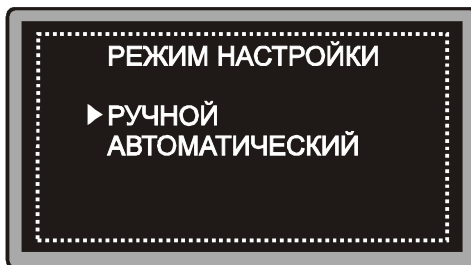

Рис. 6.3 Выбор режима настройки дефектоскопа
6.1.3.1 Для выбора ручного или автоматического режима настройки (рис. 6.3) кнопками "▲", "▼" установить курсор на соответствующую строку и нажать кнопку "◀".